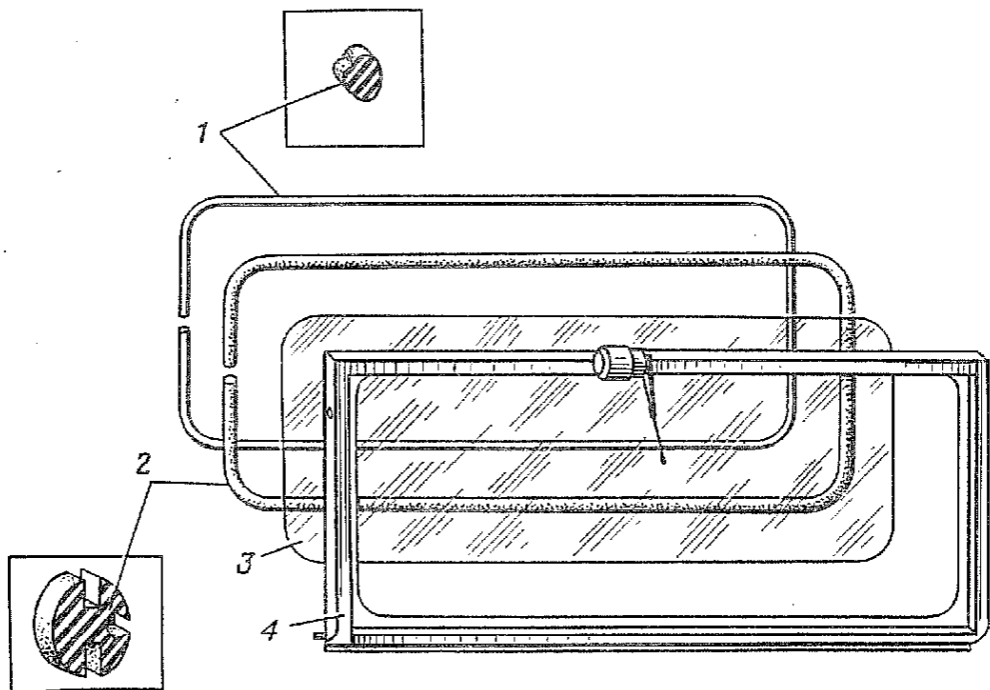

Рис. 98. Детали ветрового окна со стеклоочистителем:
1.1. Вынуть вкладыш 1 (рис. 98) из паза уплотнителя 2 ветрового стекла (отвертка 150×0,5).
2.1. Установить уплотнитель 2 (рис. 98) на стекло ветрового окна пазом под вкладыш наружу и прижать его к стеклу по всему периметру.